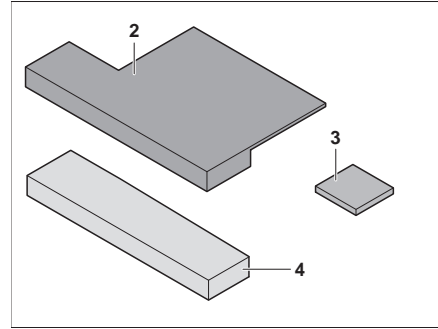

Bild 141 Extradynor
- Placera sittkil (Bild 141,3) på extradynan (Bild 141,2) (med kardborrband).